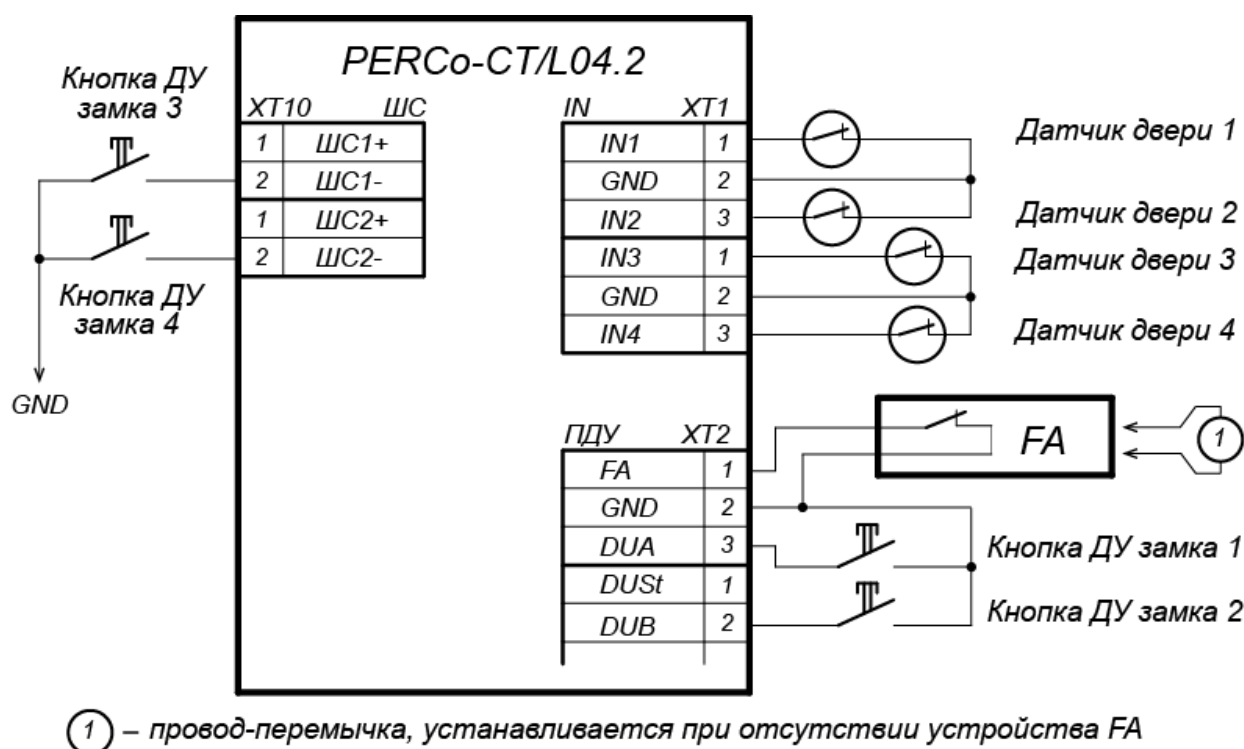

Рисунок 5. Схема подключений кнопок ДУ и датчиков двери
- Кнопка ДУ «Выход» замка, при необходимости ее установки, подключается к клеммной колодке **XT2 (XT10)** нижней платы контроллера (см. рис. 5).
- Датчик двери (геркон) подключается к клеммной колодке **XT1** нижней платы контроллера (см. рис. 5). Датчик двери с замком, управляемым выходом **OUT1**, подключается к входу **IN1**, выходом **OUT2** – к входу **IN2** и т. д. Датчик двери должен быть смонтирован таким образом, чтобы при закрытой двери обеспечивалось устойчивое его срабатывание.
5. Устройство аварийной разблокировки (аварийного открытия прохода) *Fire Alarm* подключается к клеммной колодке **XT2** нижней платы контроллера (при этом необходимо удалить заводскую перемычку проводом), см. рис. 5 и разд. 8.2.6.